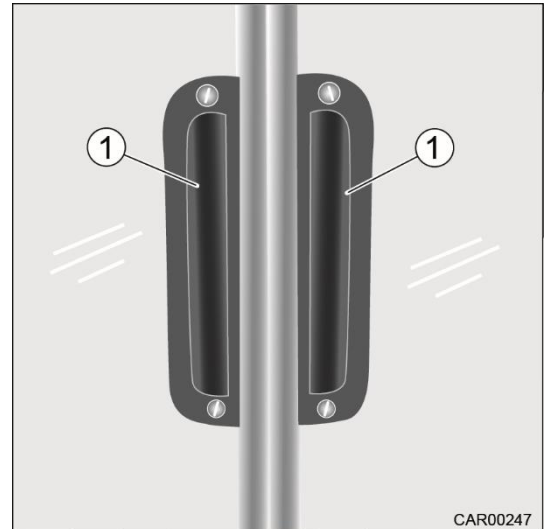

Fig. 148 Portes coulissantes, poignées
2. Fermer la porte coulissante en la tenant à la poignée (Fig. 148/1).